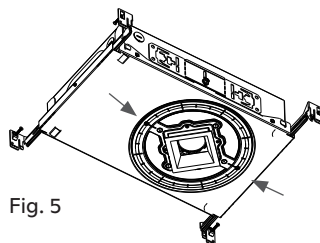

Fig. 5
3. *Opcional:* Si utilizara una abertura cuadrada con una brida, vuelva a alinear el collarín paralelo a la pared (consulte la Fig. 5).